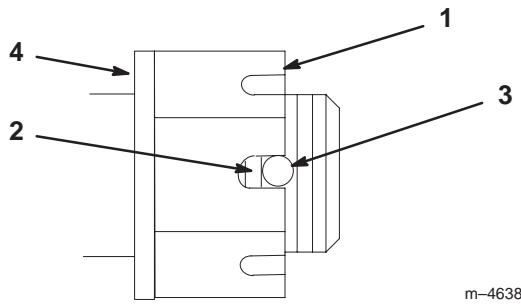

Figure 49
3. Serrez le boulon crénelé à 170 Nm (125 pieds-livres) (Fig. 49).
4. Mesurez l'espace entre la base de la fente de l'écrou et le bord intérieur du trou. On ne doit pas voir plus de deux filets (Fig. 49).
5. Si plus de deux filets sont visibles, enlevez l'écrou et placez une rondelle entre le moyeu et l'écrou (Fig. 49).
6. Serrez le boulon crénelé à 170 Nm (125 pieds-livres) (Fig. 49).
7. Serrez l'écrou jusqu'à ce que le jeu de fentes suivant soit en face du trou de l'axe (Fig. 49).